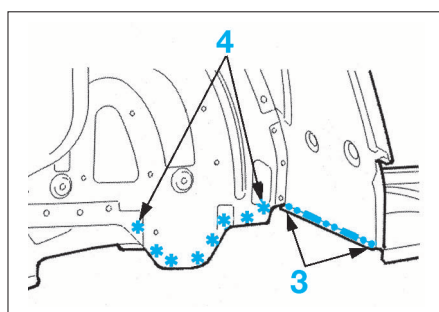

FIG. 76
- Fraiser les points de soudure électrique (2).
- Meuler les points de soudure électrique (3) (Fig.76).